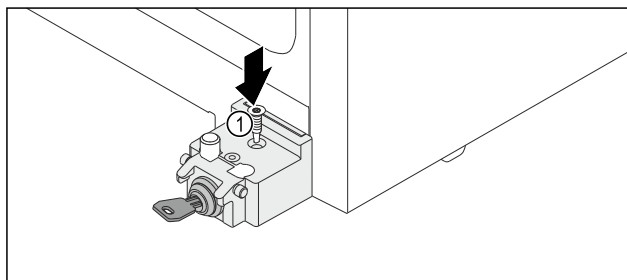

Fig. 19
- Avvitare la vite Fig. 19 (1).